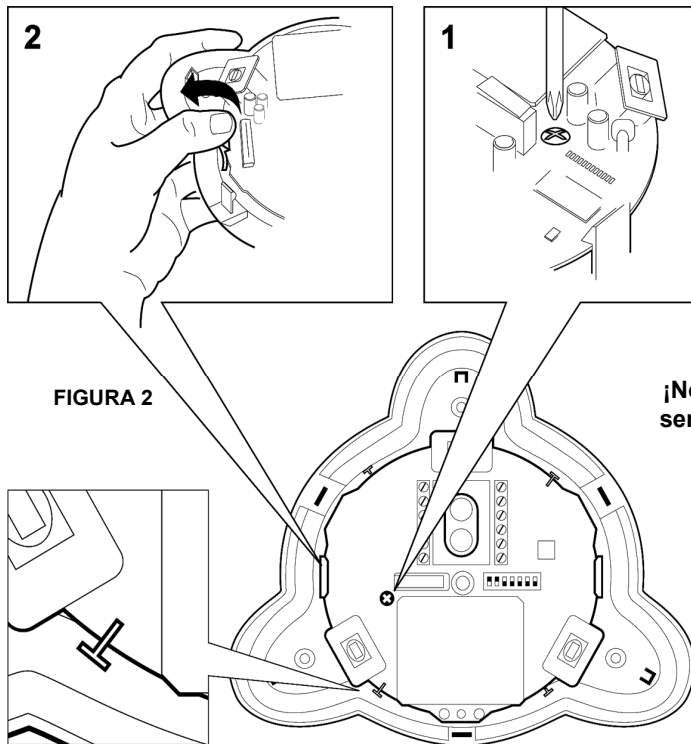

FIGURA 2
3. Libere el tornillo que sostiene la placa de circuito impreso (PCB) (**Figura 2**) situado a la derecha de la PCB (1), tire suavemente hacia afuera de los dos clips de sujeción (2), y quite la PCB.